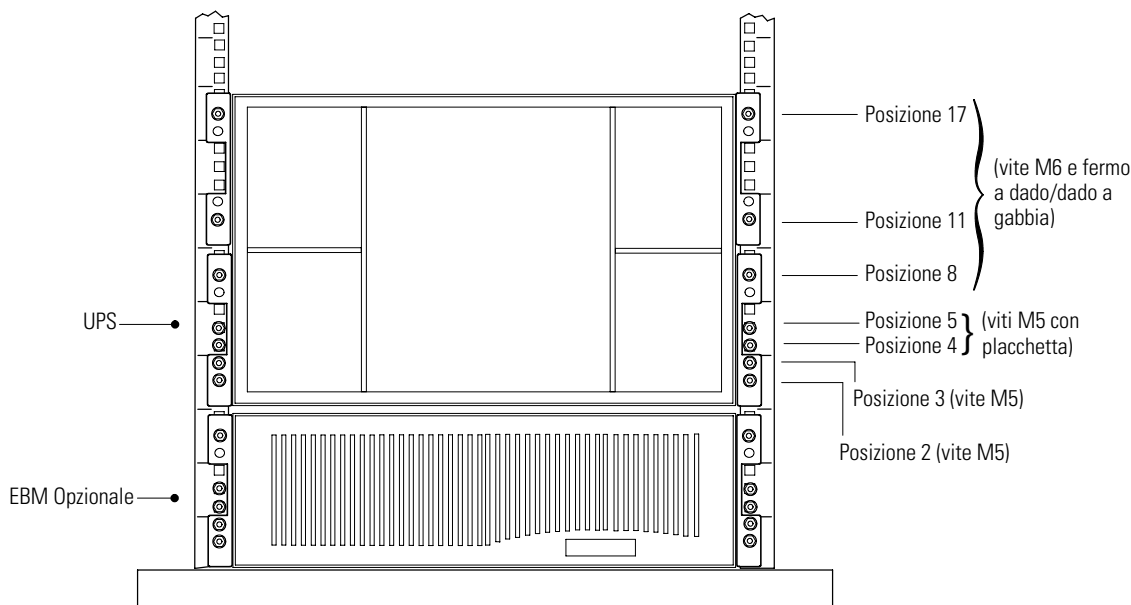

Figura 4. Fissaggio della parte anteriore dell'UPS
NOTA L'UPS occupa le posizioni da 1 a 18 (vedere Figura 4 a pagina 49).
1. Usando due viti a ferro M5 e una placchetta, fissare la guida alla parte anteriore del rack (vedere Figura 4 a pagina 49).
7. Installare sei fermi a dado o dadi a intaglio come mostrato nella Figura 4.
9. Fissare la parte anteriore dell'armadietto al rack come mostrato in Figura 4.